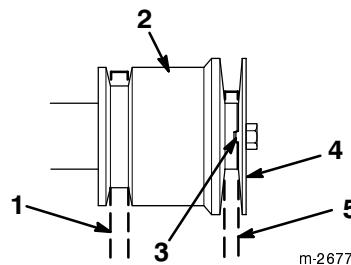

Figure 28
Remarque : Veillez à ne pas pincer la courroie d'entraînement de traction (Fig. 28).
14. Remontez la poulie à gorge du moteur, la rondelle plate, la rondelle-frein et la vis du vilebrequin du moteur. Contrôlez que le relief d'indexation de la poulie à gorge du moteur est bien engagé dans le creux d'indexation de la poulie du moteur (Fig. 28).
Remarque : Veillez à ne pas pincer la courroie d'entraînement de tarière/roue hélice (Fig. 28).
Remarque : Contrôlez que le relief d'indexation de la poulie à gorge du moteur est bien engagé dans le creux d'indexation de la poulie du moteur. Veillez à ne pas pincer la courroie d'entraînement (Fig. 28).